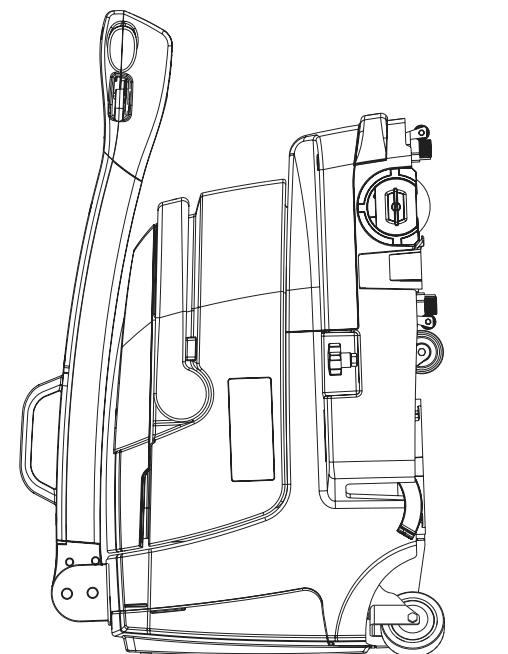

Рис. 7
1. Остановите машину, выключив ее, затем поднимите щетку и швабры с помощью стояночной педали (10).
2. Опорожните контейнер (13).
5. Припаркуйте машину; чтобы опустить ручку управления (1), нажмите рычаг (8).
6. Хранить машину необходимо в стояночном режиме; педаль (10).
7. Машину можно хранить стоймя в узких местах, см. рис. 7